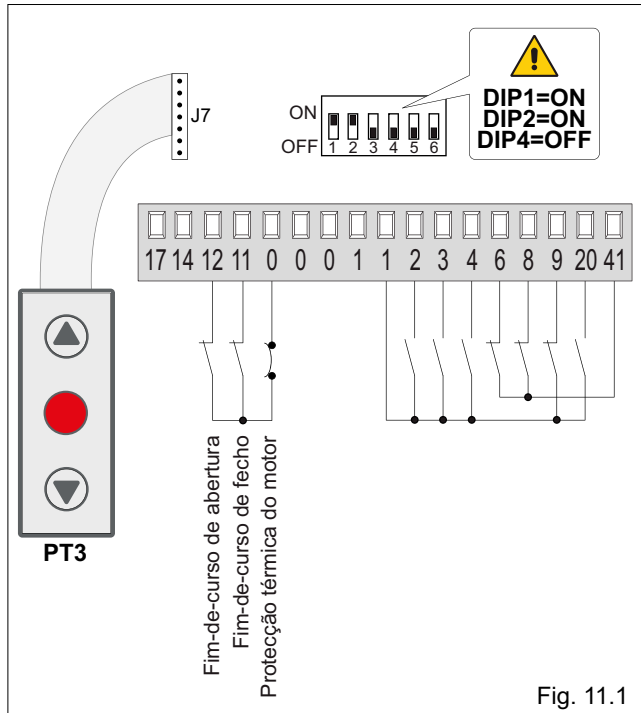
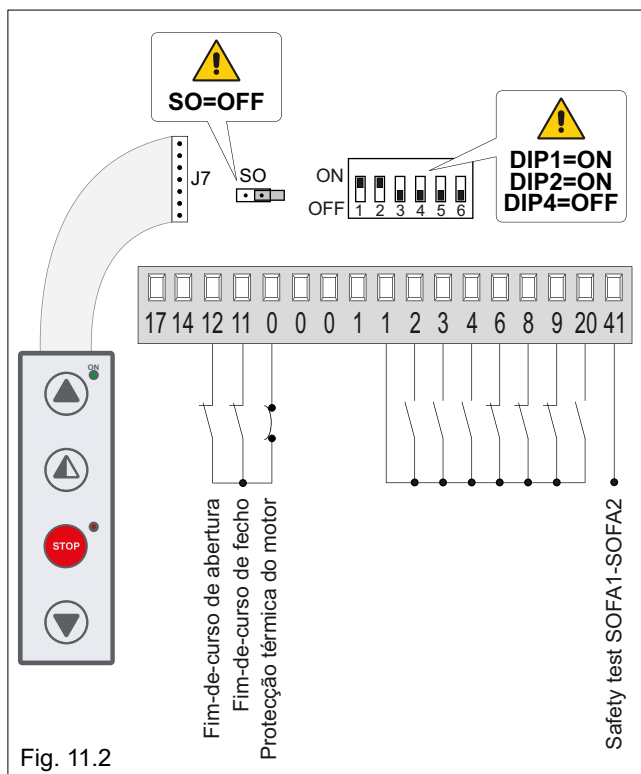

Fig. 11.1
Fig. 11.2
(Fig. 11.1) Quando o quadro electrónico é utilizado em aplicações para portas seccionais:
(Fig. 11.2) Se a borracha de segurança autocontrolada SOFA1-SOFA2 for ligada ao fechar, efectuar as ligações indicadas na figura.
**NOTA:** o conector J7 pode ser ligado ao teclado de membrana PT3 (fig. 11.1) ou ao teclado de membrana PT4 (fig. 11.2).